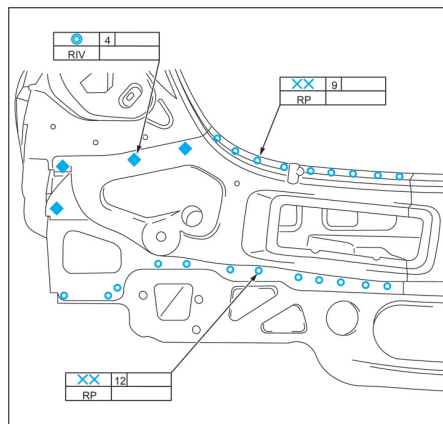
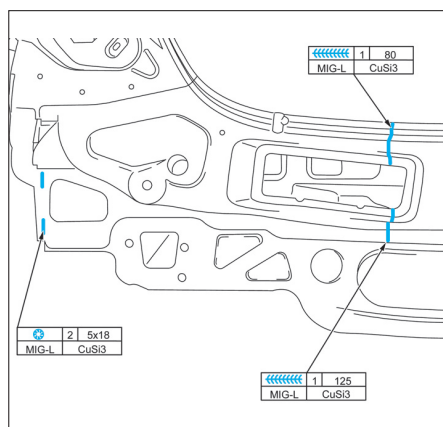

FIG. 51
FIG. 52
• Souder et riveter la section de la jupe arrière (Fig.51) et (Fig.52).